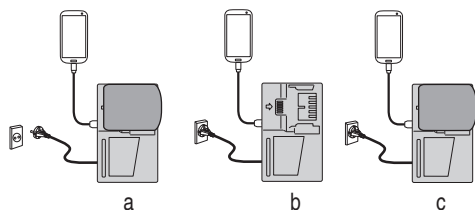

Fig. 10
- Carga de un dispositivo USB mediante batería (Fig. 10-a)
- Cargar un dispositivo USB desde una toma de corriente eléctrica (Fig. 10-b)
- Cargar un dispositivo USB y su batería desde una toma de corriente eléctrica (Fig. 10-c)